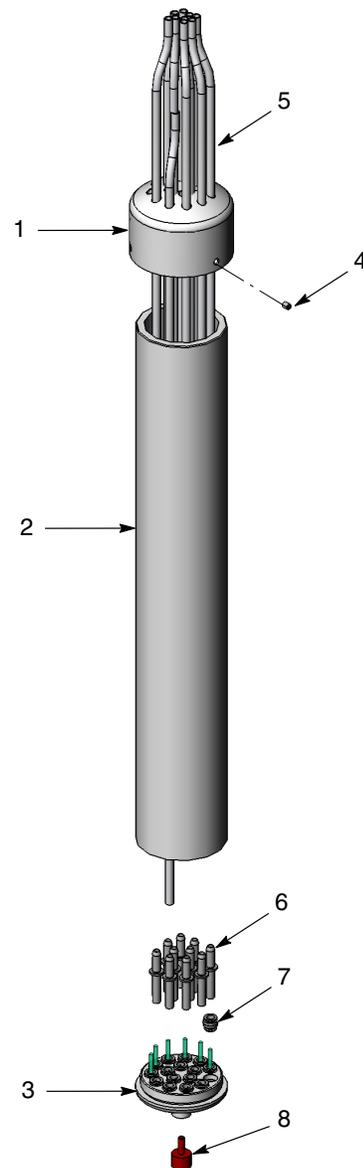

Figure 2 Réparation et pièces détachées de l'ensemble lance
Les pièces de rechange sont représentées dans la figure 2.
1. Voir la Figure 2. Débrancher le tuyau à poudre (5) de la pompe Prodigy HDLV.
2. Desserrer les trois vis de blocage (4) et tirer le capuchon (1) hors du corps (2). Faire glisser le capuchon de plusieurs centimètres vers le haut sur le tuyau à poudre existant.
3. Dévisser le corps de la tête (3). Éloigner la tête du corps pour accéder aux adaptateurs de tuyau (6).
4. Pousser les raccords de tuyau vers le bas (7) et extraire les adaptateurs (6) des raccords.
5. Retirer les adaptateurs (6) du tuyau (5), puis retirer le tuyau du capuchon (1) et du corps (2).
Voir la Figure 2